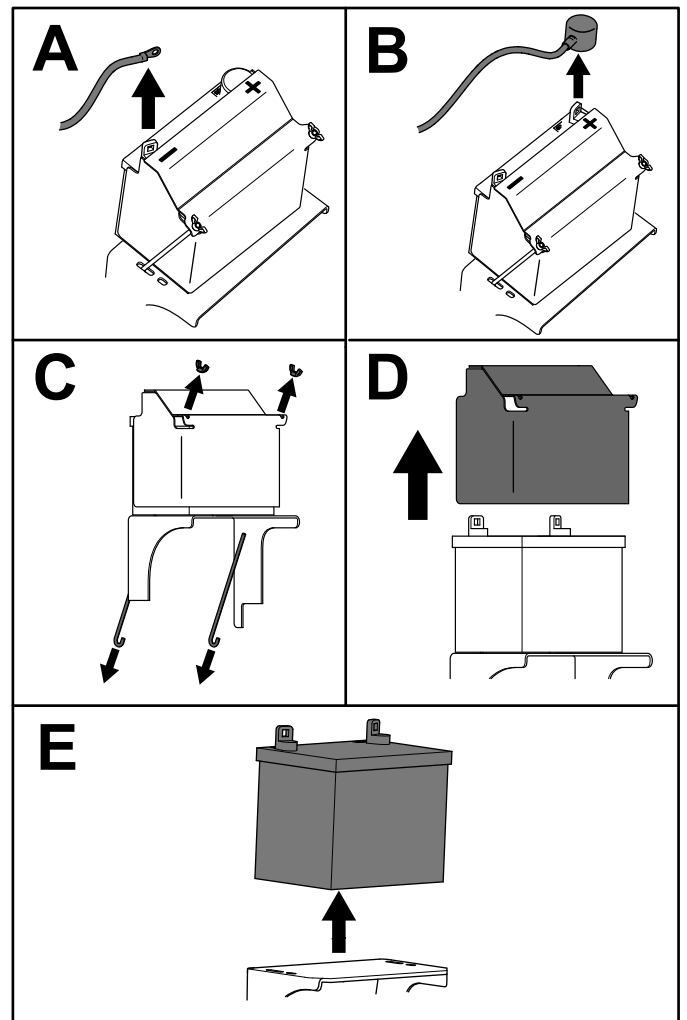

Bild 50
3. Nehmen Sie die Batterie heraus, wie in Bild 50 abgebildet.